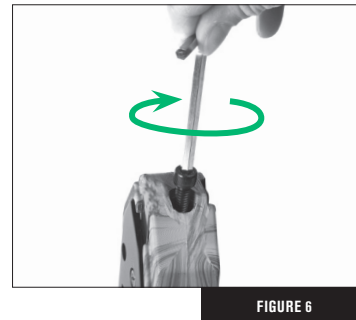

FIGURE 6
- Inserte y apriete el tornillo de la pala utilizando la llave hexagonal GRANDE, realineando las líneas según sea necesario. NO LO APRIETE EN EXCESO (Fig. 6).